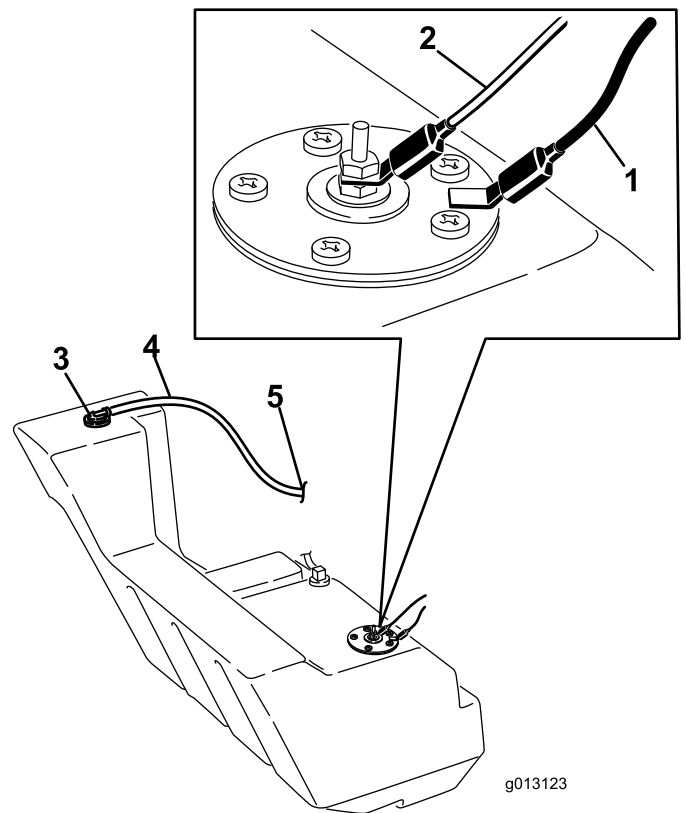

Figura 68
12. Desconecte los 2 cables que se dirigen al lado derecho del depósito (Figura 68).
21. En el lado derecho del depósito, conecte el cable naranja al borne central y el cable negro al borne exterior (Figura 68).